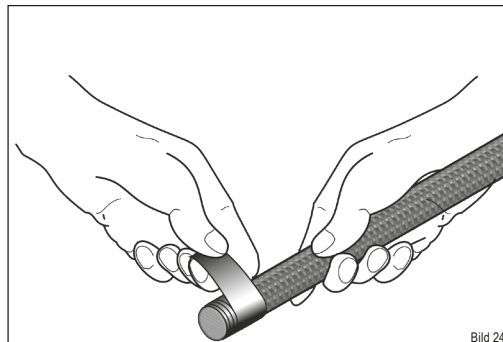
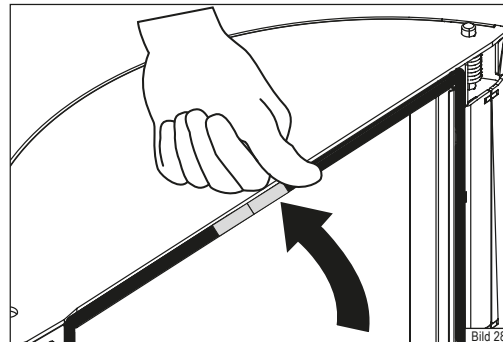

Bild 24
Bild 28
- ▶ Umwickeln Sie die neue Dichtung mit dem Kupferband an einer Seite mit ca. 3 cm Länge (Bild 24).
- ▶ Umwickeln Sie das Ende auch mit Kupferband (Bild 24) und drücken Sie die Dichtung in die Führung rein (Bild 28).